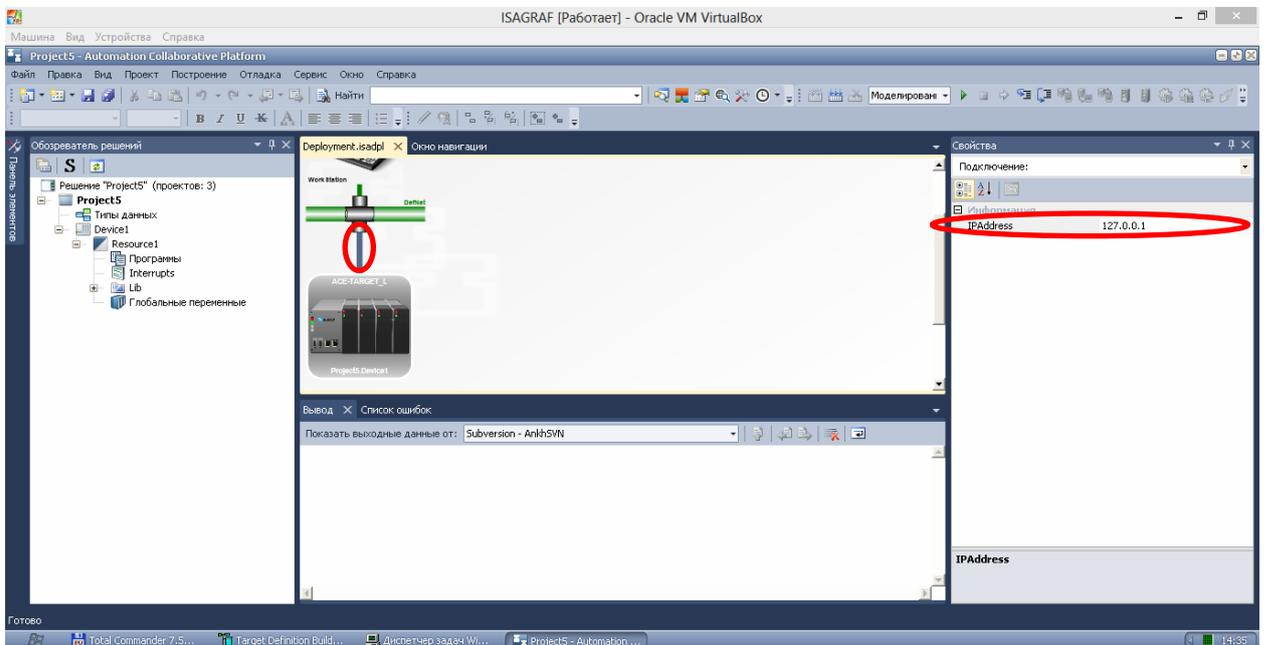

Рисунок 6. Изменение IP адреса.
- 7) Затем кликаем по отходящей линии к нашему контроллеру и вводим в свойстве IPAddress адрес нашего контроллера (рисунок 6).